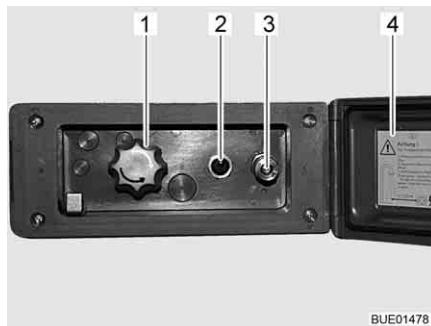

Fig. 89 Raccordo doccia esterno
- Sganciare ed aprire il coperchio (Fig. 89,4).
- Collegare il tubo flessibile della doccia esterna alla chiusura rapida (Fig. 89,3).
- Accendere la pompa dell'acqua con l'interruttore (Fig. 89,2).
- Regolare la temperatura dell'acqua ai gradi desiderati mediante la manopola (Fig. 89,1).
- Spegnere la pompa dell'acqua con l'interruttore (Fig. 89,2).
- Chiudere il coperchio (Fig. 89,4) e bloccarlo con la chiave.
- Ruotare la manopola (Fig. 89,1) sulla posizione centrale.